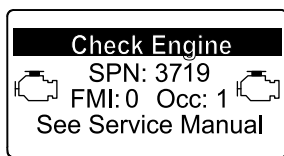

Figura 48
- Avvertenza motore SPN 3719, FMI: 0 (Figura 48)